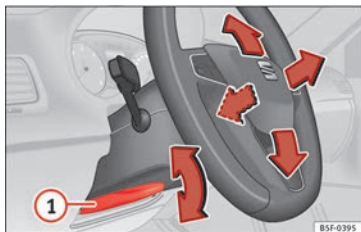

Fig. 16 Palanca en la parte inferior del lateral izquierdo de la columna de dirección.
• Ajustar la posición del volante: tire de la palanca » **fig. 16** ① hacia abajo, mueva el volante hasta la posición deseada y vuelva a subir la palanca hasta el punto de cierre.